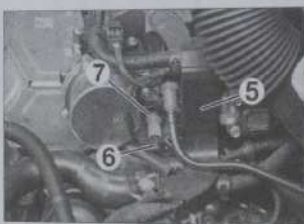

Fig. 38
- Ecarter vers le haut la gouttière du faisceau (5) (Fig. 38).
- Débrancher le connecteur (6) du capteur de pression d'huile (7).
- Déposer le capteur de pression d'huile (7).